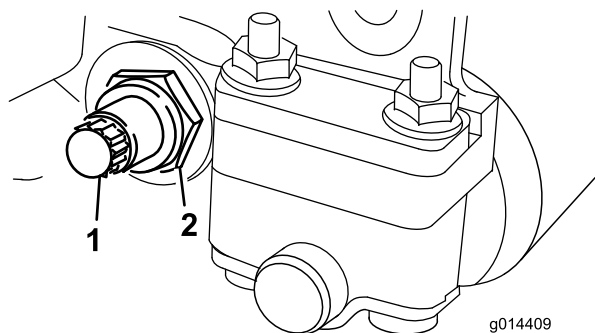
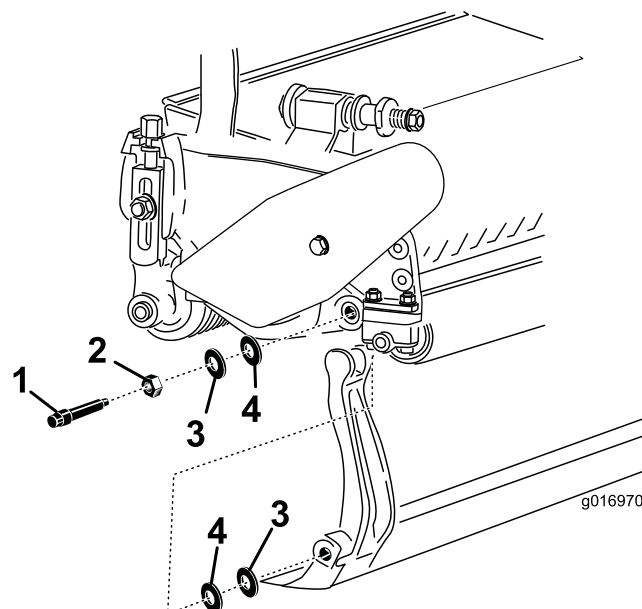

図 17
図 18
3. ベッドバーボルト（図 17）を固定しているロックナット（機体両側）をゆるめる。
4. 各ベッド・バー・ボルトを抜いてベッド・バーを下に引き抜いて外す（図 17）。ベッドバーの両端にナイロンワッシャとスチールワッシャが2枚ずつあるので注意する（図 18）。
2. ベッドバーボルト（とボルトについているナット）とワッシャ4枚（全部で8枚）で、ベッドバーを各サイドプレートに固定する。サイドプレートのボスの両側にナイロンワッシャを入れる。その外側からスチール製ワッシャを取り付ける（図 18）。